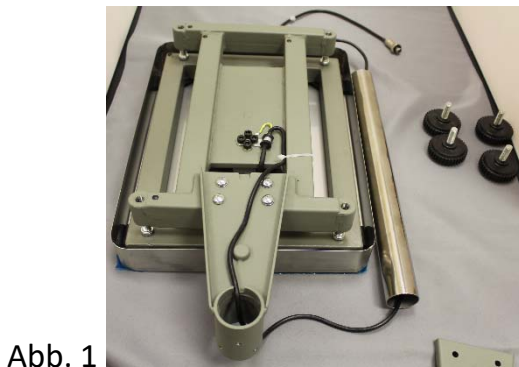
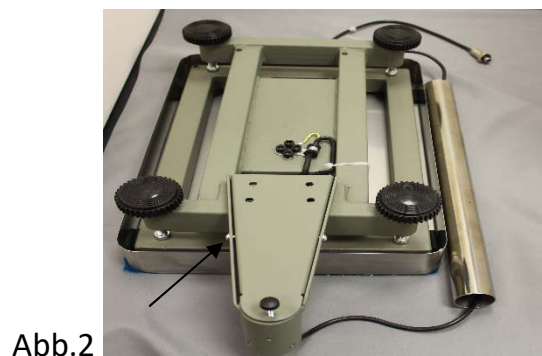

Abb. 1
Abb.2
- Nehmen Sie Wägebücke, Stativhalterung und Stativ aus der Verpackung. Drehen Sie Wägebücke um, und ziehen Sie das Kabel der Wägezelle vorsichtig durch die Stativhalterung. Befestigen Sie die Halterung nun mit den 4 mitgelieferten Schrauben (Abb.1). Setzen Sie die Abdeckplatte auf, und befestigen Sie diese mit den 2 Seitenschrauben. Schrauben Sie die 4x FüÙe an die Wägebücke, und den kleinen Fuß, der für zusätzliche Stabilisierung sorgt, an das Ende der Stativhalterung. (Abb. 2)